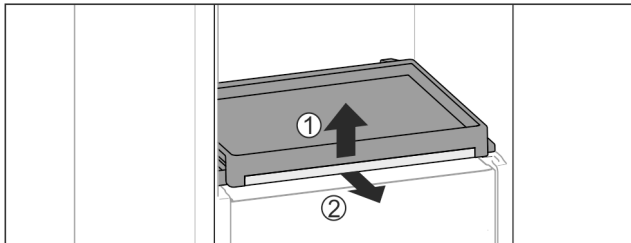

Fig. 107
- Rimuovere il ripiano estraibile con ripiano di vetro: sollevare leggermente in avanti il ripiano di vetro Fig. 107 (1) e tirarlo in avanti Fig. 107 (2).